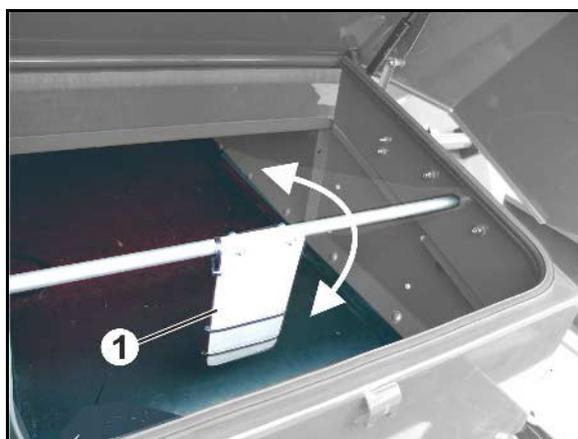

Fig. 75
1. Beide Abdeckbleche (Fig. 75/1) an der Innenseite der Bremstrommel abschrauben.
Eingedrungener Schmutz kann sich auf den Bremsbelägen (Fig. 75/2) absetzen und dadurch die Bremsleistung wesentlich verschlechtern.